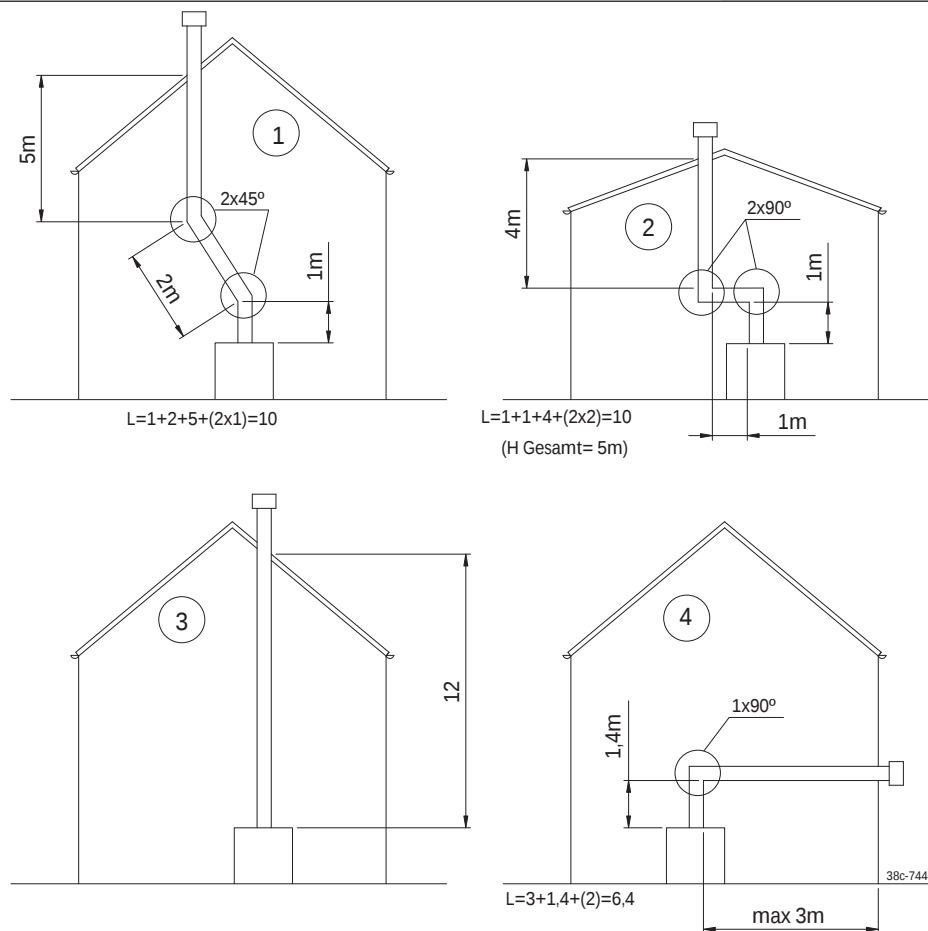

fig. 4
### Anschlußmöglichkeiten (Fig. 4)
- Immer erst 1 Meter Rohr vertikal anbringen, ausser Beispiele 4 in Fig. 4.
Die maximale Gesamtlänge ist die Summe der Rohrlänge plus der Länge für die Krümmungen (siehe die 4 Beispiele in Fig.4).
- Entscheiden Sie sich für eine der Anschlussmöglichkeiten gemäss Fig. 4.